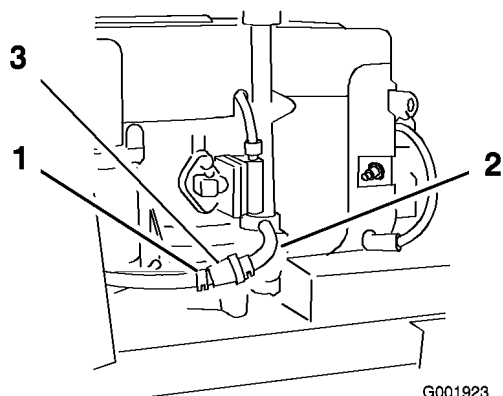

Figure 37
5. Fermez le robinet de carburant (Figure 37).
6. Pincez les extrémités des colliers et faites glisser ceux-ci pour les éloigner du filtre (Figure 37).
8. Posez un filtre neuf et rapprochez les colliers de fixation du filtre (Figure 37).
3. Fermez le robinet d'essence (Figure 37).
4. Desserrez le collier de serrage au niveau du filtre à carburant et éloignez-le du filtre en le poussant le long de la conduite d'alimentation (Figure 37).
5. Débranchez les conduites d'alimentation du filtre à carburant (Figure 37).
Remarque: Laissez l'essence s'écouler dans un bidon ou un bac de vidange (Figure 37).
7. Raccordez la conduite d'alimentation au filtre. Rapprochez le collier de serrage du filtre pour fixer la conduite d'alimentation (Figure 37).